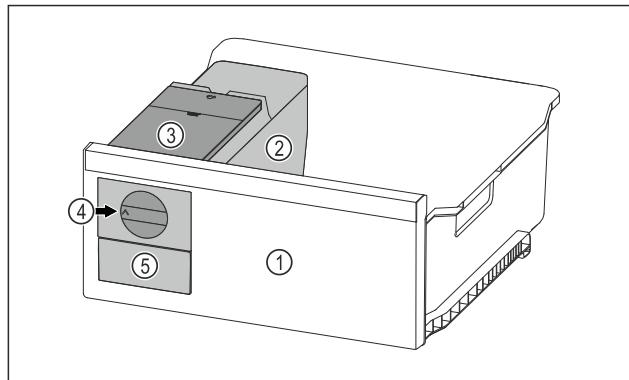

Fig. 90 Примерное изображение
- Поверните поворотную кнопку Fig. 90 (4) по часовой стрелке до упора.
- Кубики льда упадут из ванночки для кубиков льда в выдвижной ящик для кубиков льда Fig. 90 (5). Если не все кубики льда извлекаются из ванночки для кубиков льда: